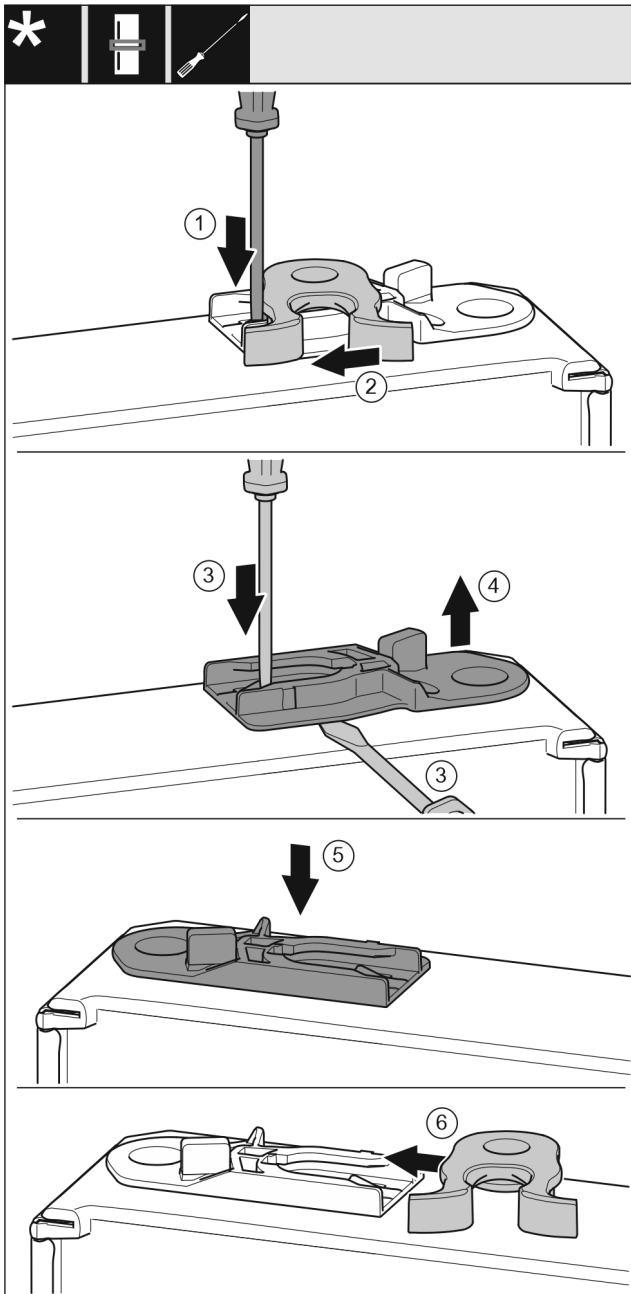

Fig. 20
- ▶ Trykk tappen Fig. 20 (1) ned med en skrutrekker.
- ▶ Trekk låsekroken Fig. 20 (2) ut av skinnen.
- ▶ Trekk ut føringshylsen Fig. 20 (3, 4): Trykk tappen med en skrutrekker samtidig som du skyver en skrutrekker under føringshylsen.
- ▶ Skyv føringshylsen Fig. 20 (5) som er vedlagt i leveringsomfanget inn på den andre siden av huset.
- ▶ Skyv låsekroken Fig. 20 (6) inn i skinnen.